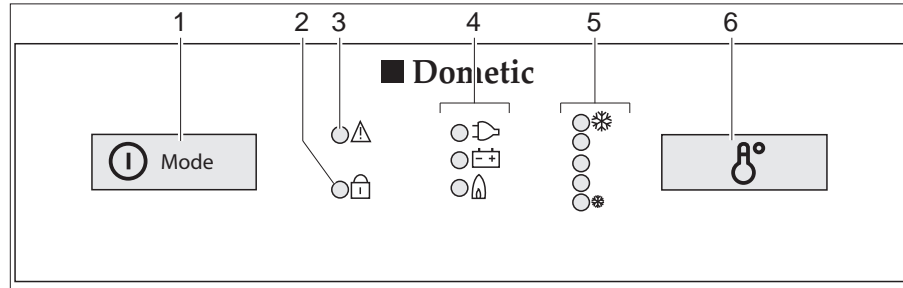

Fig. 235 Boutons de commande pour le réfrigérateur (Dometic Série 8 avec SMSE)
- Appuyer sur le commutateur/sélecteur de source d'énergie (Fig. 235,1) pendant 2 secondes pour mettre l'appareil en marche. La DEL du dernier mode de fonctionnement sélectionné s'allume.
- Si nécessaire, appuyer brièvement plusieurs fois sur le commutateur/sélecteur de source d'énergie (Fig. 235,1) jusqu'à ce que le voyant de contrôle gaz "🔥" s'allume. L'arrivée de gaz est ouverte. L'allumage s'effectue de manière automatique. Un tic-tac est distinctement perceptible jusqu'à ce que la procédure d'allumage soit effectuée avec succès.
- Régler la température de réfrigération avec l'interrupteur réglage de la température (Fig. 235,6).
- Si nécessaire, appuyer brièvement plusieurs fois sur le commutateur/sélecteur de source d'énergie (Fig. 235,1) jusqu'à ce que le voyant de contrôle 230 V "⚡" s'allume.
- Si nécessaire, appuyer brièvement plusieurs fois sur le commutateur/sélecteur de source d'énergie (Fig. 235,1) jusqu'à ce que le voyant de contrôle 12 V "🔋" s'allume.